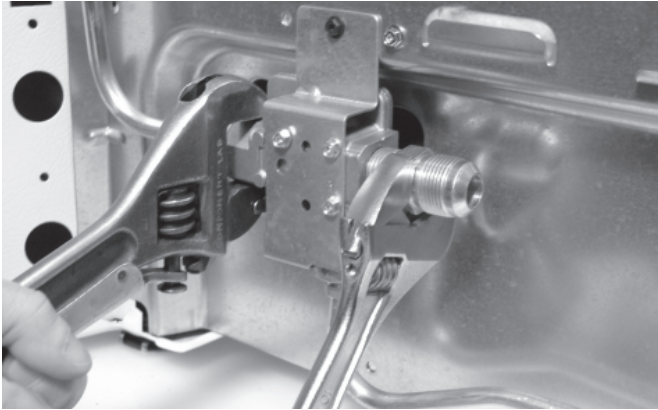

Fig. 4d
- Instale un adaptador de unión cónica de 1/2" al regulador de presión usando **NO MÁS DE 15 pies/lb.** de torque. **NOTA:** Asegúrese de **estabilizar** el costado izquierdo del regulador de presión usando una llave ajustable antes de apretar CUALQUIER accesorio al regulador de presión (consulte la fig. 4d).